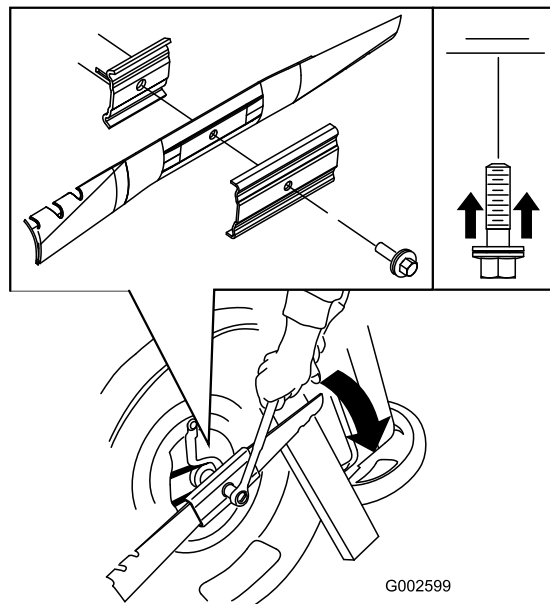

Figura 36
3. Utilice un bloque de madera para inmovilizar la cuchilla (Figura 36).
4. Retire la cuchilla, conservando todos los herrajes de montaje (Figura 36).
5. Instale la cuchilla nueva y todos los herrajes de montaje (Figura 36).